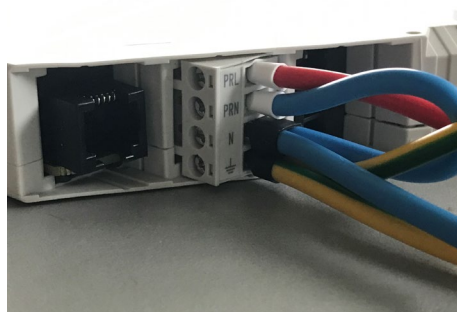

Abbildung 2: Stecker Betriebsspannung
4. Stecken Sie die vorkonfektionierten Stecker in die entsprechenden Buchsen am econ sens3 Grundgerät (Abb. 2 & 3 & 4)